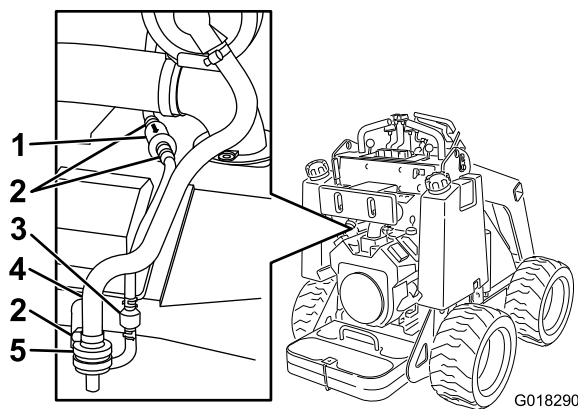

Figure 21
- Desserrez le collier au-dessus du filtre à air à charbon actif (Figure 21).
- Déposez le filtre à air et mettez-le au rebut (Figure 21).
- Posez un filtre neuf dans le flexible et fixez-le en place avec le collier (Figure 21).
- Éloignez du filtre les colliers de flexible à ressort de chaque côté du filtre à charbon actif de tuyau de purge (Figure 21).
- Déposez le filtre de tuyau de purge et mettez-le au rebut (Figure 21).
- Posez un filtre neuf dans le flexible en dirigeant la flèche située dessus vers le clapet antiretour et fixez-le avec les colliers (Figure 21).